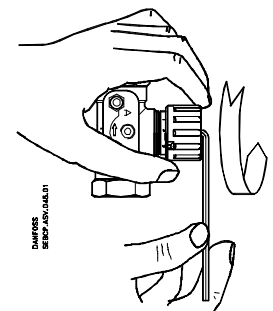

Fig. 6
- Drej ventilens håndtag med uret til den ønskede indstilling (ved indstilling 2,2 skal håndtaget fx drejes 2 hele omgange plus frem til »2« på skalaen, fig. 6).
- Turn the valve knob clockwise to the required setting (e.g. for setting 2.2 the knob must be rotated two full turns and then forward to »2« on the scale (fig. 6).
- Den Handgriff des Ventils im Uhrzeigersinn bis zur gewünschten Einstellung drehen (zur Einstellung 2,2 muß der Handgriff 2 ganze Umdrehungen und weiter bis zur Position »2« der Skala gedreht werden, Abb. 6).